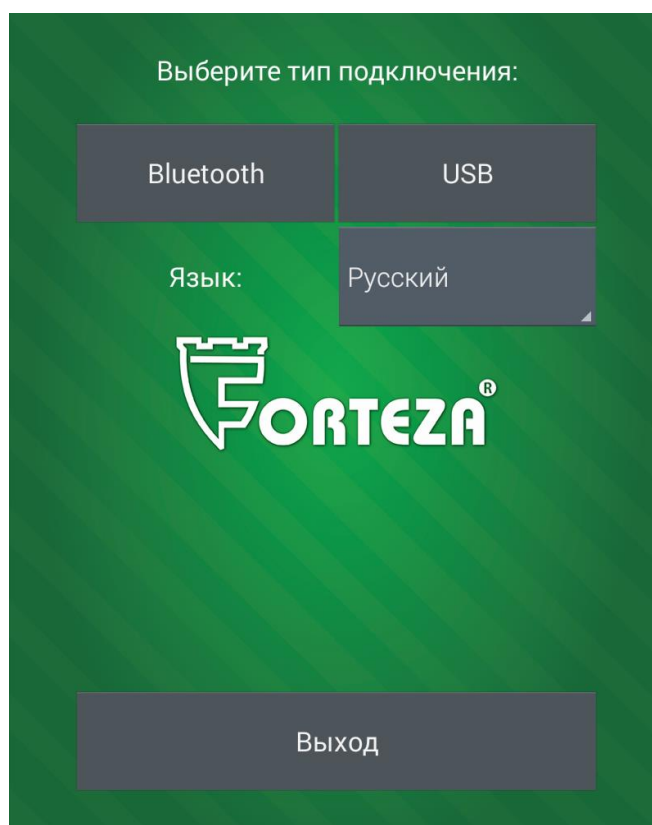
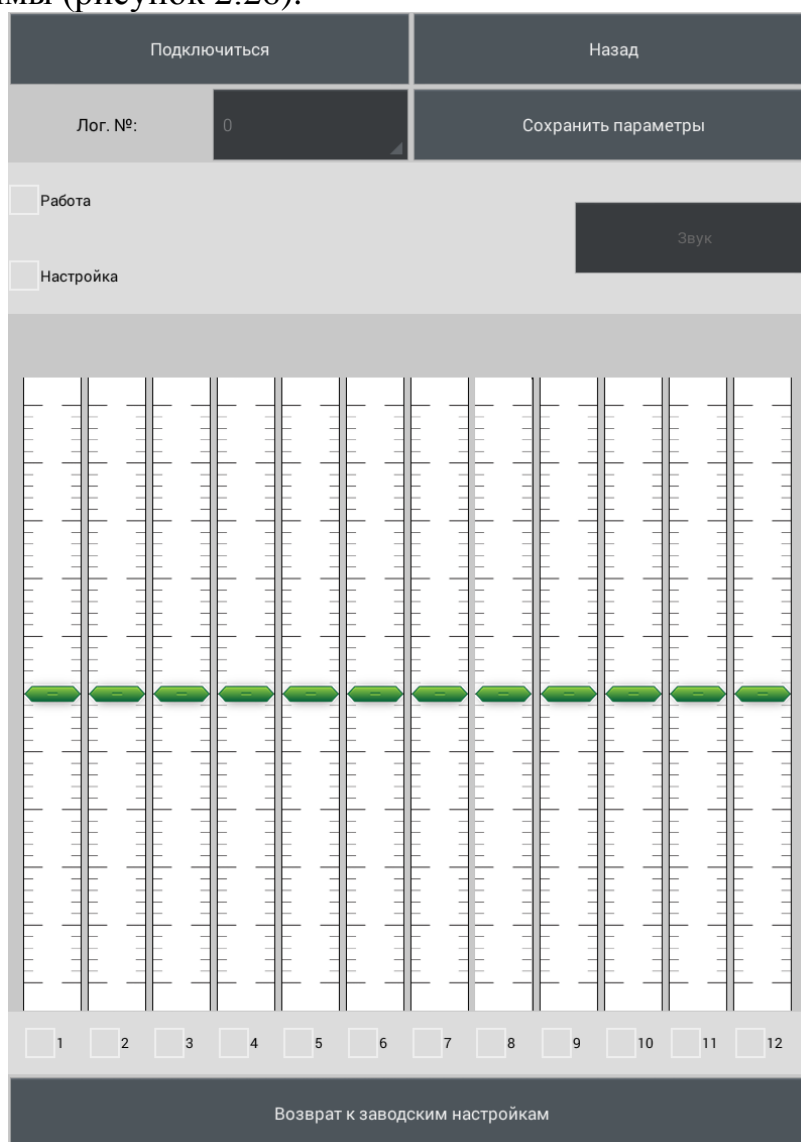

Рисунок 2.24
Рисунок 2.26
2.3.7.4.1.2 Запустить на Android устройстве программу «FM UNI» (рисунок 2.24).
2.3.7.4.5 Выбрать тип подключения «USB» (рисунок 2.24). Откроется окно программы (рисунок 2.26).
2.3.7.5.3 Выбрать тип подключения «Bluetooth» (рисунок 2.24). Bluetooth на Android устройстве автоматически включится и откроется окно программы (рисунок 2.32).